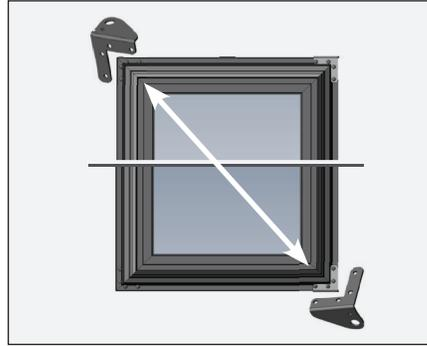

Abb. 6 Der bisher unten montierte Türwinkel wird nun an der Oberseite der Tür installiert.
- Verschlussblenden und alle Schrauben von der Seite entfernen, die der Seite gegenüber liegt, an der das Scharnier bisher montiert war. Siehe Abb. 6.